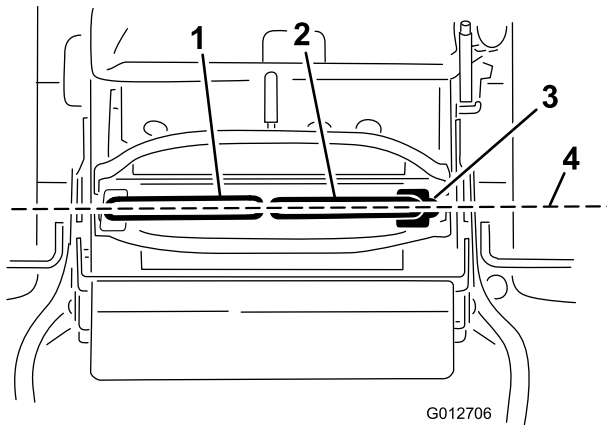

Figura 66
Importante: Compruebe que el avance es correcto después de ajustar las palancas de control de movimiento (Figura 66).
1. Cuando termine la alineación horizontal, compruebe la alineación adelante-atrás empujando ligeramente hacia adelante las palancas de control de movimiento para eliminar cualquier holgura del acoplamiento de las palancas de control (Figura 66).